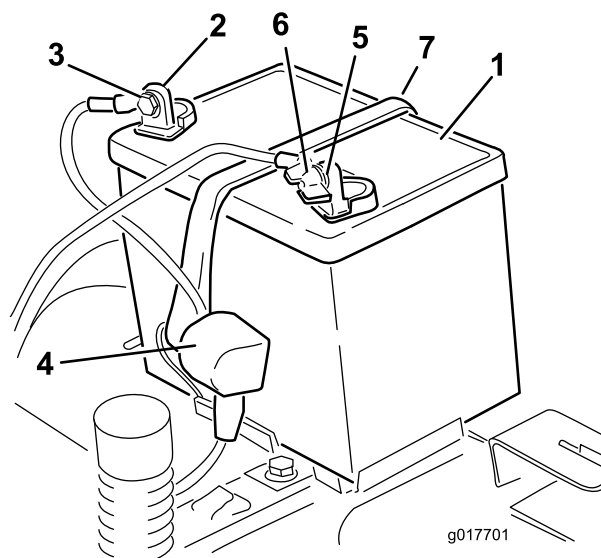

Figure 37
4. Débranchez le câble négatif (noir) de mise à la masse de la borne de la batterie (Figure 37). Mettez les fixations de côté.
5. Repoussez le capuchon en caoutchouc sur le câble positif (rouge). Débranchez le câble positif (rouge) de la borne de la batterie (Figure 37). Mettez les fixations de côté.
6. Enlevez la sangle de maintien de la batterie (Figure 37) et ôtez la batterie de son support.
1. Placez la batterie dans son support (Figure 37).
5. Fixez la batterie en place à l'aide de la sangle de maintien (Figure 37).